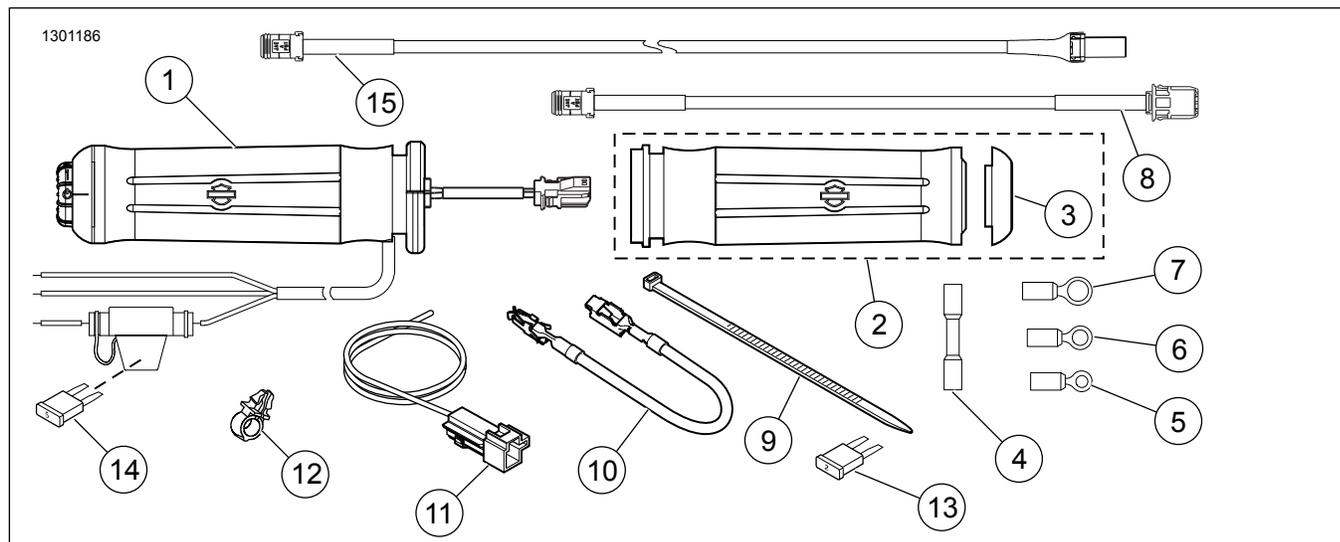

Figura 8. Peças de reposição, Kits de manoplas aquecidas
2. Veja Figura 8 . Use abraçadeiras (9) do kit para fixar a fiação da manopla nos chicotes de fios ao longo do quadro do veículo. **Modelos ano 2014 e posterior:** continue após o passo 15.